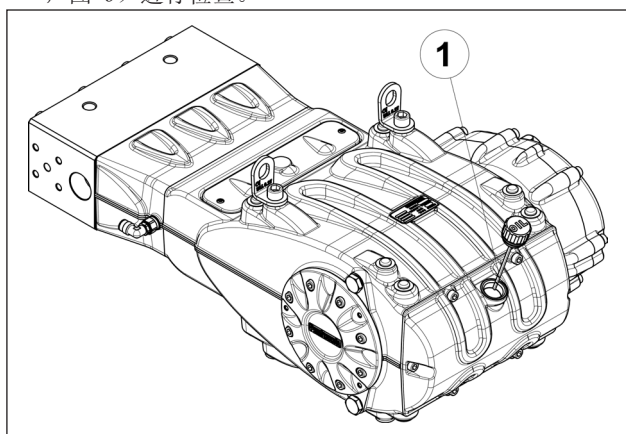

图 9
5. 泵壳中的油处于规定的油位，可通过专用的油位杆(①，图9)进行检查。